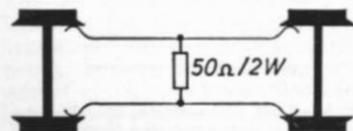

Abb. 4.
- die isolierten Räder des letzten Wagens über isolierte Radschleifer mit einem Widerstand von 50 Ohm verbunden werden (s. Abb. 4).
**Nachteil:** Jeder Zug muß am Schluß einen Spezialwagen haben, der mit einem 50-Ohm-Widerstand beide Fahrstienen miteinander verbindet (s. Abb. 4).
Abb. 4. Die Anbringung der abgeänderten Fleischmann-Kupplung an einem Pocher-Wagen (Zeichnung im Maßstab 1,6 : 1). Die Pufferbohle ist entsprechend dem größten Ausschlag der Kupplung und der Gelenkhöhe auszusparen (ausfeilen!).